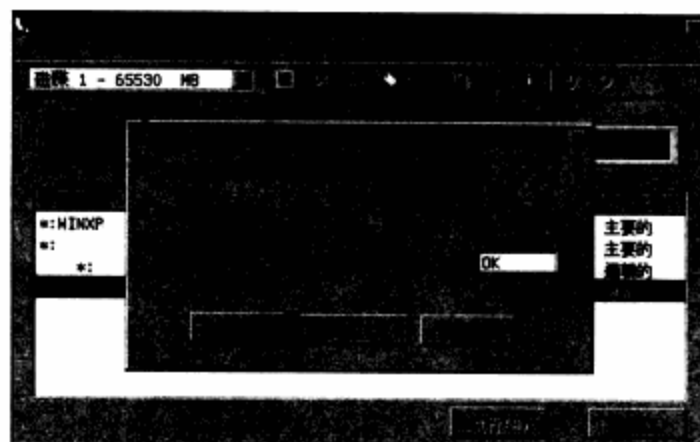

图4-92 输入OK
**步骤 04** 在空白框里输入OK，单击“确定”按钮。如图4-92所示。